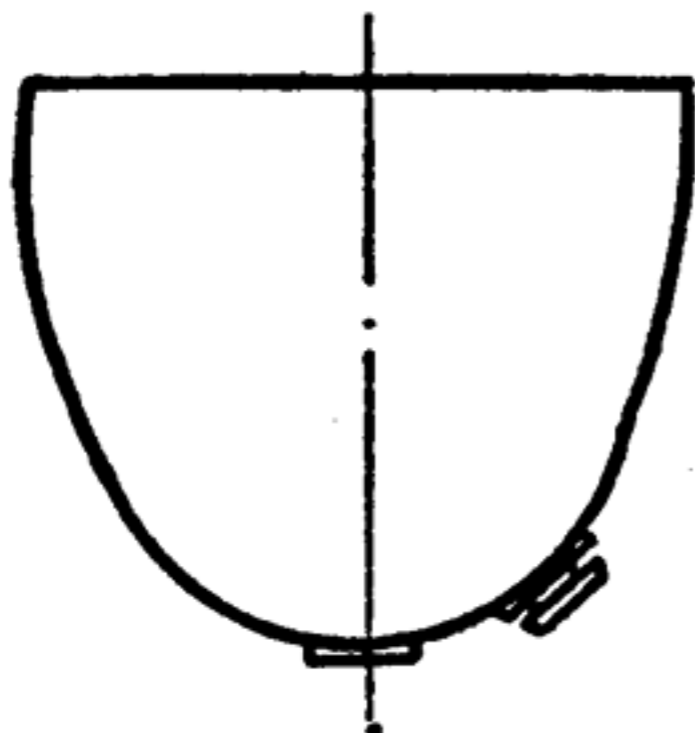

图6
(3) 抛物线形料仓（见图6）：对于大的抛物线形料仓，振动器应安装在距料仓出口20—25厘米处的中心线上。若有垂直加强筋通过时，则需靠近加强的地方安装。